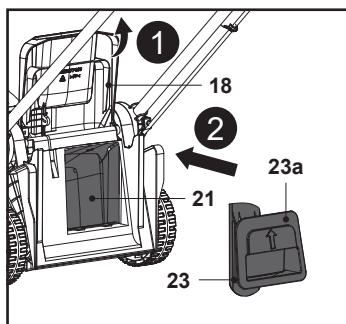

Fig. 15
1. Deschide deflectorul spate (18), ține în poziție mânerul încastrat (23a) și introdu până la capăt accesoriul de mărunțire (23) în jghebul de evacuare spate (21) (fig. 15).